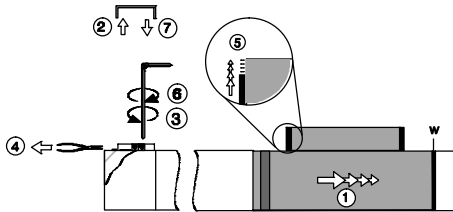

Рис. 44
2. Снимите крышку (если таковая имеется) на противоположной стороне (→ Рис. 44).